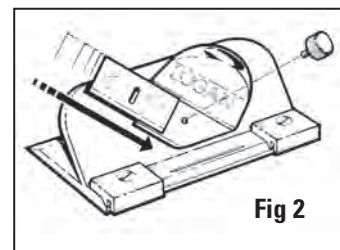

Fig 2
2. Glissez la lame vers le bas de l'AVANT du support de lame chromé (bord de découpe vers le bas) jusqu'à ce que l'angle inférieur droit de la lame entre dans la fente à lame et que le trou de la lame s'aligne avec celui du support de lame. **Fig. 2**
2. Deslice la cuchilla hacia el FRENTE del sujetador de la cuchilla cromado (lado afilado abajo) hasta que la esquina derecha de la parte baja de la cuchilla entre a la ranura de la cuchilla y el orificio en la cuchilla se alinee con el orificio en el sujetador de la cuchilla. **Fig. 2**
2. Far scorrere la lama verso il basso della PARTE ANTERIORE del portalamo cromato (con il lato affilato rivolto verso il basso) finché l'angolo in basso a destra della lama non entri nell'apposita fessura e il foro della lama non si allinei con il foro del portalamo. **Fig. 2**
2. Réglez le guide de passe-partout à la largeur de bordure souhaitée. Par exemple, pour une bordure de 5cm, alignez l'arrière du guide de passe-partout au niveau du repère de 5cm et serrez les boutons noirs. **Fig. 2**
2. Ajuste la Guía de la Lámina Perimétrica a la anchura deseada de la franja. Por ejemplo para un marco de 5cm alinee el dorso de la Guía de Lámina Perimétrica en la marca de 5cm y apriete las Perillas Negras. **Fig. 2**
1. Zum Wiedereinbau der Passepartout-Führung lösen Sie die schwarzen Knöpfe um drei Umdrehungen, damit die erhobene Kante zur Führungsschiene hineinragt. Richten Sie die Passepartout-Führung auf die parallelen Schlitzn aus. Halten Sie die Passepartout-Führung an beiden Enden fest und legen Sie sie in die Schlitzn ein. Ziehen Sie die schwarzen Knöpfe fest. **Abb. 2**
2. Stellen Sie die Passepartout-Führung auf die gewünschte Randbreite ein. Für einen 5 cm breiten Rand richten Sie die Vorderseite der Passepartout-Führung auf die 5 cm Markierung aus und ziehen die schwarzen Knöpfe fest. **Abb. 2**
1. Per reinstallare la guida del passepartout, allentare le manopole nere di tre giri e, con il bordo sollevato verso la rotaia di guida, allineare la guida del passepartout con le scanalature parallele. Tenere la guida del passepartout per una delle estremità, inserirla nelle scanalature e quindi serrare le manopole nere. **Fig. 2**
2. Regolare i bordi della guida del passepartout in base alla profondità desiderata. Ad esempio, per un bordo di 5cm allineare la parte posteriore della guida del passepartout sul segno 5cm e serrare le manopole nere. **Fig. 2**